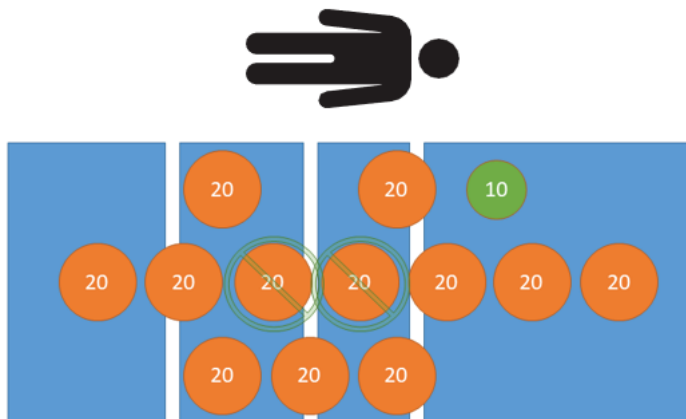

Figura 32 – Ensaio de tara - 210 kg líquidos
7. Utilizando pesos calibrados, coloque 210 kg no produto (Figura 32).